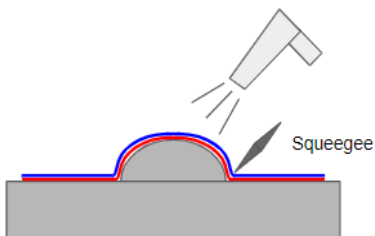

Abbildung 12
- 3) Drücken Sie die Folie rund um die Niete mit Hilfe einer Rakel und Heißluftfön fest an. Die applizierte Temperatur sollte zwischen  $45$  und  $60$  °C liegen. *Abbildung 12*